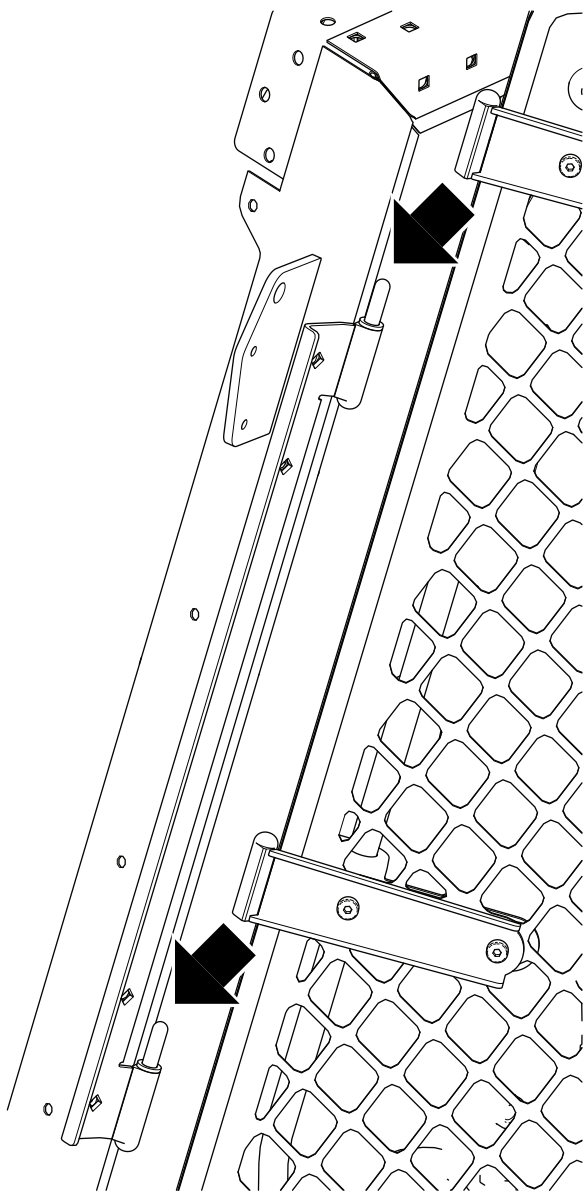

Figure 6
7. Avec des boulons à tête ronde ($\frac{5}{16}$ " x $\frac{3}{4}$ ") et des écrous à embase ($\frac{5}{16}$ "), montez la barre de montage de porte gauche et la barre de montage de porte droite (Figure 4 et Figure 6).
9. Montez chaque porte en glissant les charnières sur leurs axes (Figure 6).